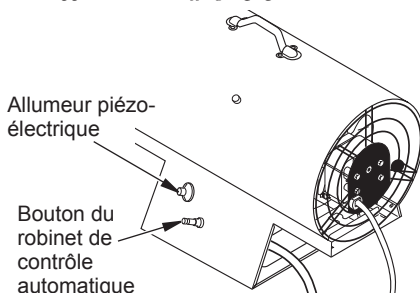

Figure 5 - Bouton du robinet de contrôle automatique et allumeur piézo-électrique
6. Enfoncez le bouton du robinet de contrôle automatique et maintenez-le dans cette position (voir figure 5). Appuyez et relâchez le bouton d'allumage piézo-électrique (voir figure 5). Continuez d'appuyer sur le bouton d'allumage piézo-électrique jusqu'à ce que le brûleur s'allume. Une fois que le brûleur est allumé, maintenez le bouton du robinet de contrôle automatique enfoncé pendant 30 secondes, puis relâchez-le. Ceci met en marche le système de contrôle automatique. **Remarque** : si l'appareil de chauffage ne s'allume pas, le tuyau peut contenir de l'air. Si c'est le cas, maintenez le bouton du robinet de contrôle automatique enfoncé et attendez 20 secondes. Relâchez le bouton du robinet de contrôle automatique et attendez 20 secondes pour laisser le combustible imbrûlé s'échapper de l'appareil de chauffage. Répétez cette étape.